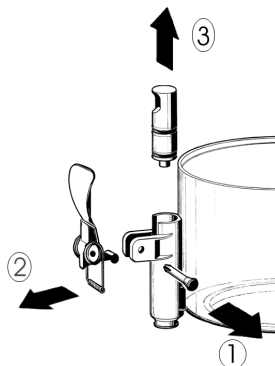

figure 1
- 3 Démontez le robinet selon la séquence indiquée (voir figure 1).
quée (voir figure 1).
3 Ré assemblez le robinet sur le conteneur, dans le sens inverse des indications de démontage (voir figure 1).